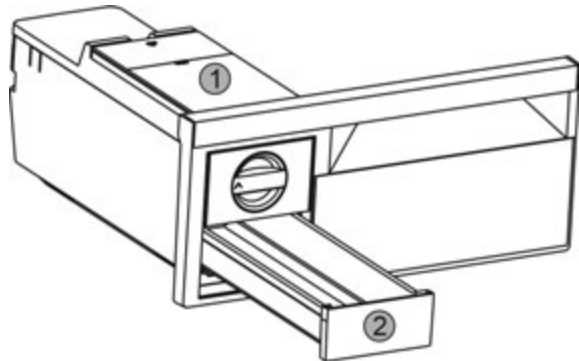

Fig. 46
- ▶ Зняти бак для води Fig. 46 (1) та висувний ящик для виробництва кубиків льоду Fig. 46 (2).